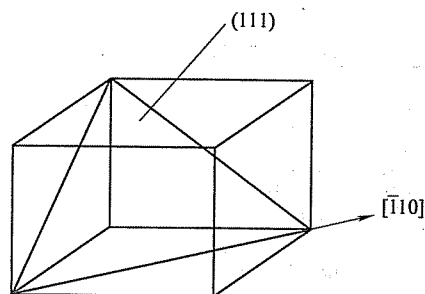

图 11-3 第三题第 4 小题解答图
4.  $\gamma$  为 FCC 结构, 其密排方向、密排面、致密度、配位数、晶胞中原子数分别为  $\langle 110 \rangle$ 、 $\{111\}$ 、0.74、12 和 4; 通常情况下的滑移系为  $\{111\} \langle 110 \rangle$ , 其中一个滑移系为  $(111) [\bar{1}10]$ , 指数如图 11-3 所示。